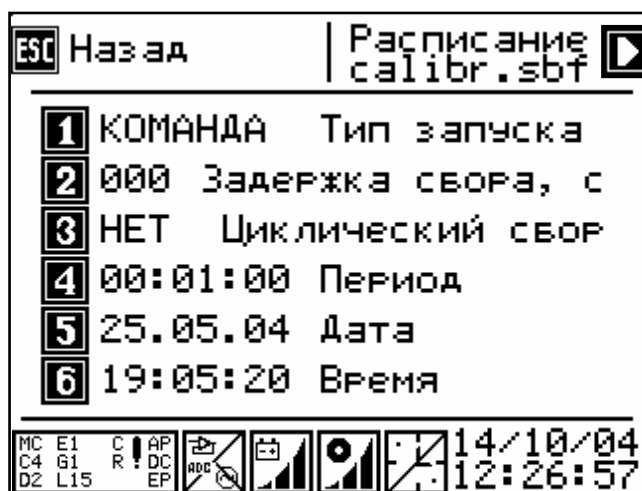

Рисунок 6.7
- кнопка **→** – переход к меню установки дополнительных параметров (рисунок 6.7);
**6.7.2** Во **втором** окне находится меню установки дополнительных параметров (рисунок 6.7). В данное меню переход осуществляется по кнопке **→** меню на рисунке 6.6 или последовательным нажатием кнопок **3 - →** из главного меню.
Описание кнопок (рисунок 6.7):
- кнопка **ESC** – вернуться в предыдущее меню (рисунок 6.7);